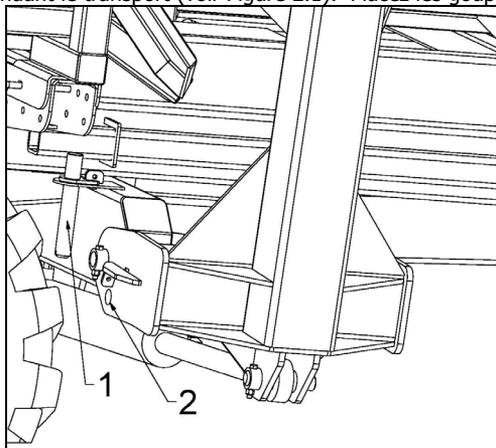

Figure 2.1 Fixation du bras de chargement
Il est important de mettre la barrure(1) dans le trou (2) en position relever pour éviter que celui-ci se déplace pendant le transport (voir Figure 2.1). Placez les goupilles dans les trous.
6. Enlever la barre de retient en U sur le cylindre du bras de chargement (voir Figure 2.1)